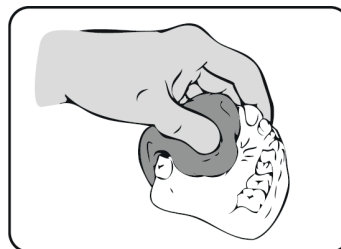

Fig. 4
- Die Masse dann je nach Bedarf modellieren Die Verarbeitungszeit einschließlich der Anmischung beträgt für Zetalabor etwa 2 Minuten und 1,5 Minuten für Titanium (Abb. 4).